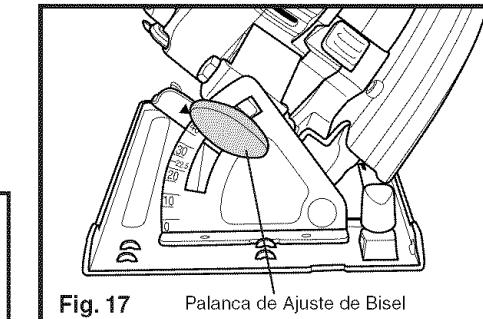

Fig. 17 Palanca de Ajuste de Bisel
CÓMO CONFIGURAR EL ÁNGULO DEL BISEL (Fig. 17)
3. Afloje la palanca de ajuste del bisel (ver la Fig. 17).